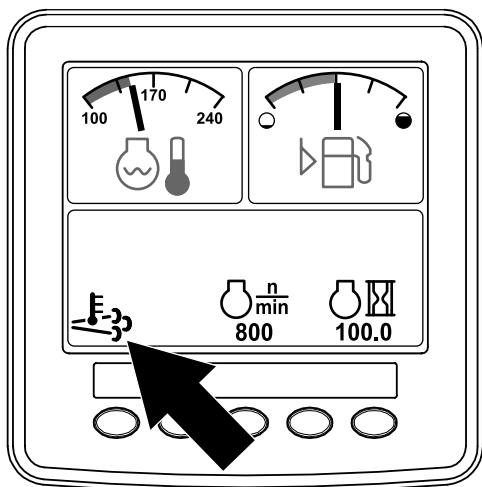

Рисунок 10
- Значок высокой температуры выхлопа отображается на экране инфо-центра (Рисунок 10).